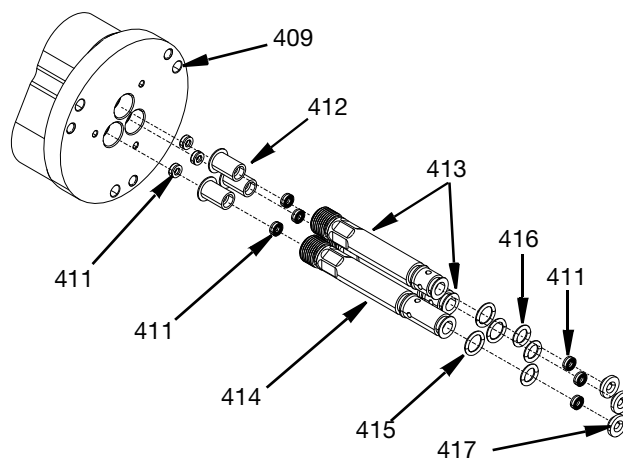

FIG. 17
5. Usando una herramienta con filo de cuchilla o un destornillador, saque con cuidado los cojinetes inferiores (417) de las guías de los cojinetes de sellado (413-414). Deseche los cojinetes inferiores.
6. Con una herramienta de gancho, extraiga del lado de la guía del cojinete de sellado las juntas (411) de la empaquetadura de la aguja y deséchelas.
7. Retire las dos juntas de sellado (411) de la empaquetadura y los cojinetes superiores (412) de las guías del cojinete de sellado y deseche la empaquetadura de la aguja y los cojinetes superiores.
8. Retire y deseche las juntas tóricas (415, 416) y deséchelas. Consulte la FIG. 17.